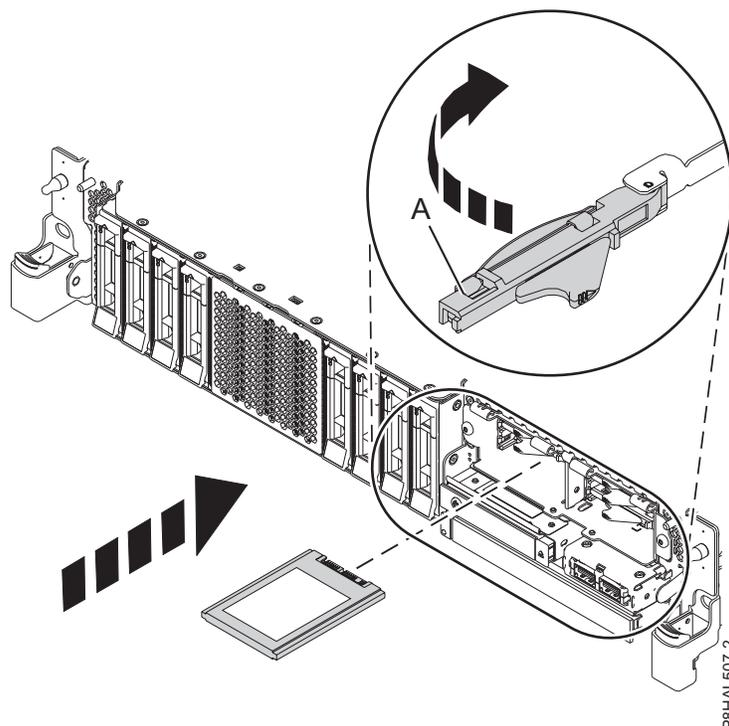

図 8. 拡張機能 5148-21L、5148-22L、8247-21L、8247-22L、8284-21A、または 8284-22A システムへの SSD の取り付け
4. SSD ドライブ・ベイ・ハンドル (A) をアンロック位置にした状態状態で、SSD スロット内のガイド・レールにアクセスできるようにレバーを外側に引きます。SSD の底面を支えて、SSD スロットのガイド・レールに位置を合わせます。13 ページの図 8 を参照してください。
5. ドライブが止まるまで SSD をシステムにスライドさせてから、示されている方向にベイ・ハンドル (A) を回転させて SSD をロックします。13 ページの図 8 を参照してください。